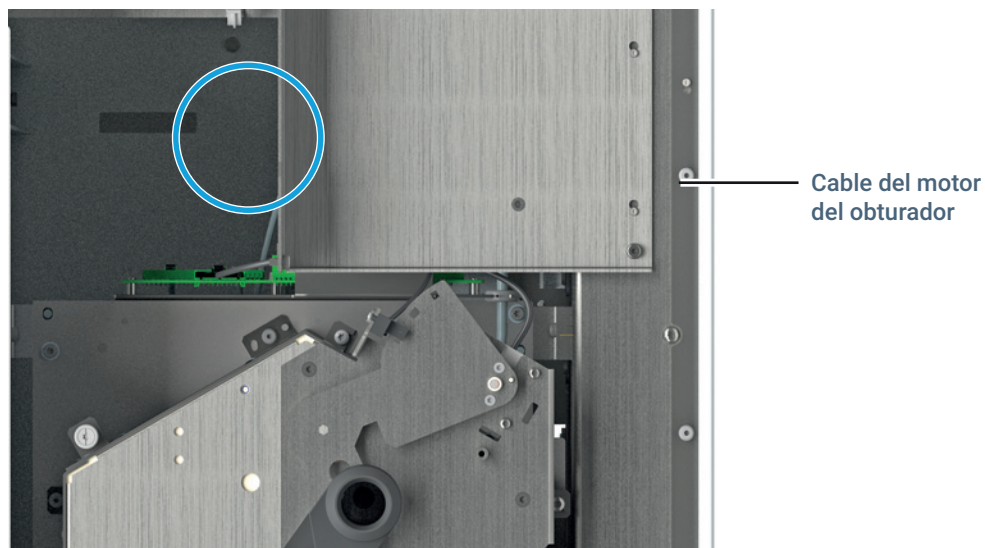

Figura 11. Desconecte del tablero de conector el cable del motor del obturador
- 7 Desconecte del tablero de conector el cable del motor del obturador. (**Figura 11**)